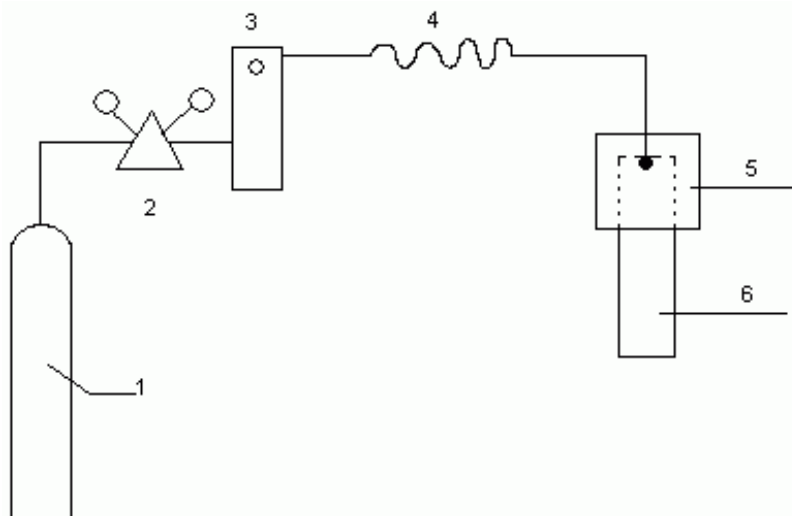
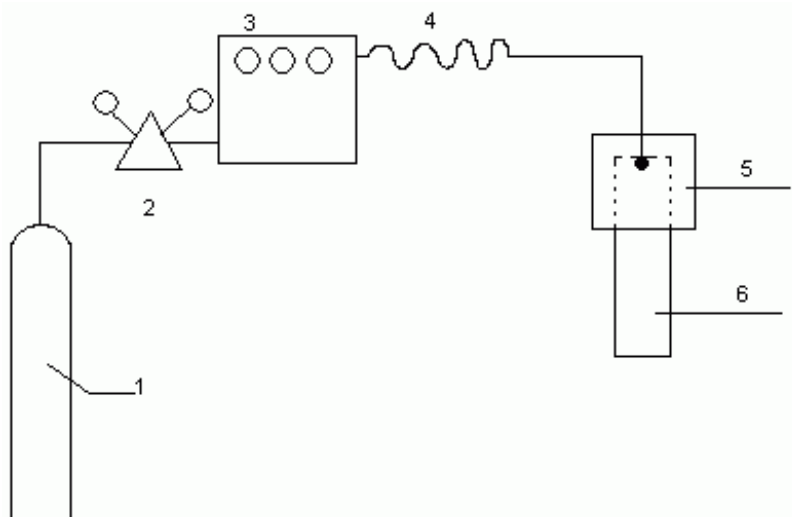
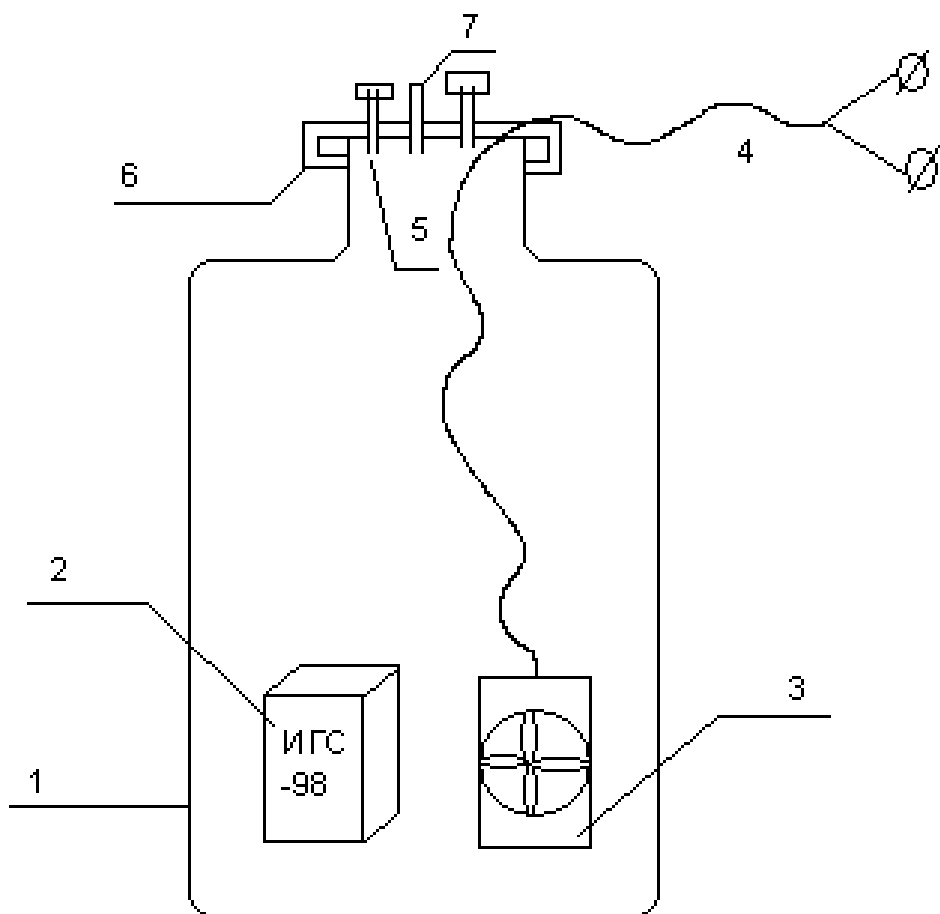

Рис. 2. Схема газовая принципиальная установки для проверки индивидуальных газосигнализаторов серии ИГС-98 от баллонов со сжатыми газами ПГС.
Рис. 3. Схема газовая принципиальная установки для проверки индивидуальных газосигнализаторов серии ИГС-98 от генератора газа.
Рис. 4. Схема газовая принципиальная камеры КГ-3 для проверки индивидуальных газосигнализаторов серии ИГС-98.
5.2. Проверку ГС производят либо с помощью ПГС из баллонов (по схеме на рис. 2), либо с помощью термодиффузного генератора (по схеме на рис. 3), укомплектованного источниками микропотоков с соответствующими веществами в зависимости от анализируемой примеси. Проверку ГС на пары горючих и ЛВЖ производят с помощью дозатора жидкости и камеры известного объема (по схеме на рис. 4).
5.3.1. При работе с газовыми смесями из баллонов (ПГС) собирают газовую схему для проверки ГС (рис. 2). Для этого баллон с ПГС, подключают через понижающий редуктор и ротаметр к прибору. Вместо редуктора можно использовать баллонный вентиль тонкой регулировки. На приборе укрепляют газовую насадку-адаптер НГ-1 (рис. 1). По ротаметру устанавливают требуемый расход газовой смеси. В качестве трубопроводов используют гибкие шланги из ПВХ, а при использовании агрессивных газов - трубопроводами из фторопласта.
можно создавать высокостабильные газовые потоки заданной концентрации разного состава. Для работы собирают установку по схеме на рис. 3. Газовое питание генератора происходит от баллона со сжатым воздухом через понижающий редуктор. От генератора на ГС газовая смесь подается обязательно по фторопластовому трубопроводу из-за агрессивности получаемой газовой смеси
5.5.2. Для этого собирают установку, изображенную на рис. 4. Прибор помещается полностью в камеру через герметичный люк. В камере из прозрачного материала находится вентилятор для перемешивания воздуха, микродозатор жидкой пробы вещества и две герметичные рукавицы для работы с прибором в камере при настройке.